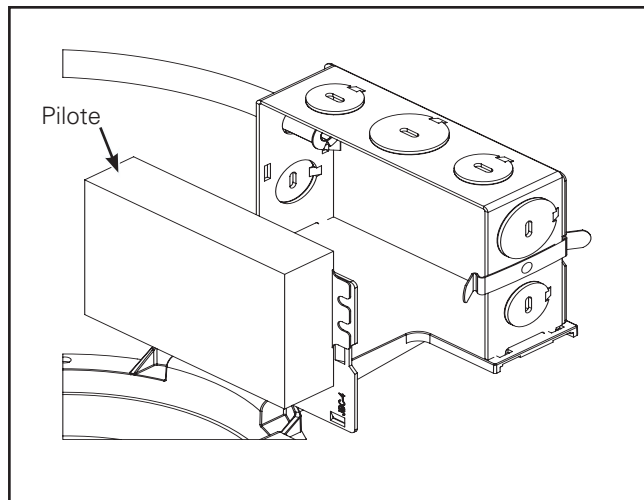

Figure 15
6. Retirez l'assemblage du pilote et du couvercle de la boîte de jonction. (Figure 15).